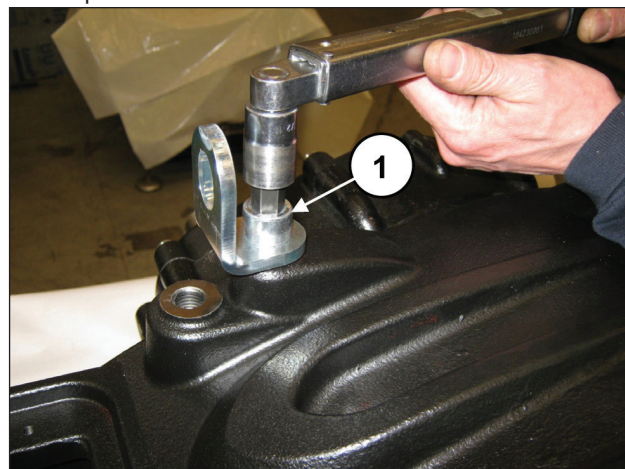

Fig. 95
Aplicar los tapones y las bridas de elevación con los tornillos M16x30 (pos. ①, Fig. 95).